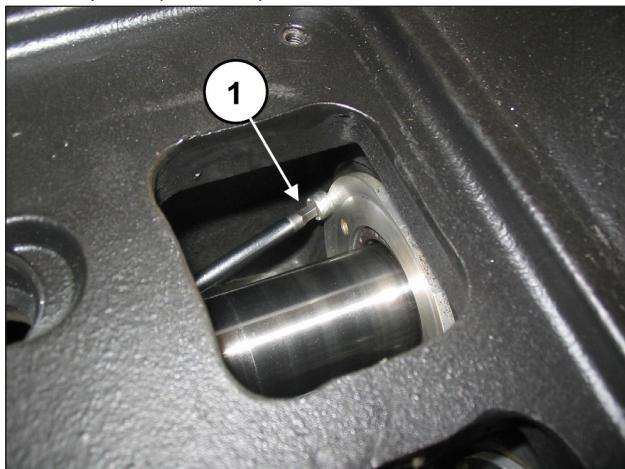

Abb. 117
Lösen Sie die zwei Befestigungsschrauben des Ölabbreifring-Deckels (Pos. ①, Abb. 117).